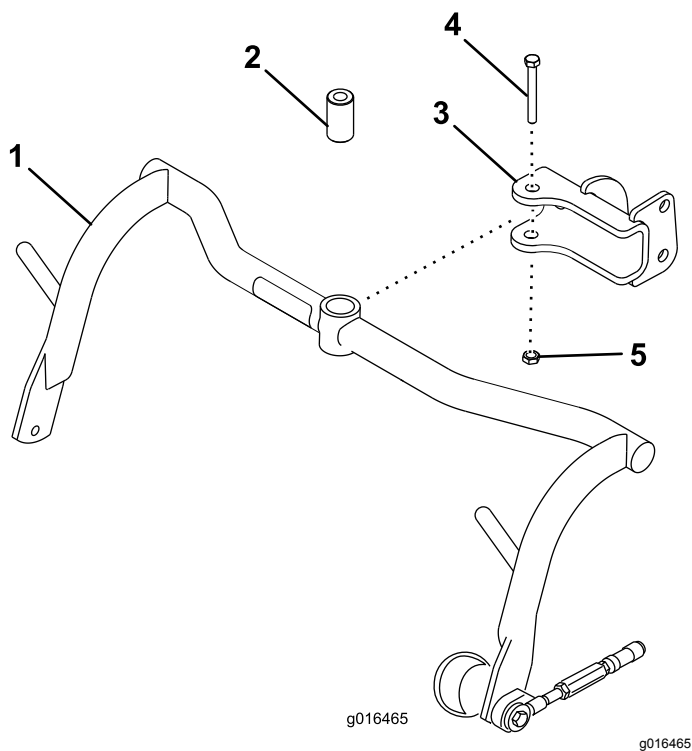

Рисунок 8
1. Закрепите узел несущей рамы в каждой вилке, используя проставку, болт (1/2 x 3-1/4 дюйма) и контргайку (1/2 дюйма); см. Рисунок 8. Затяните с моментом от 91 до 113 Н·м.